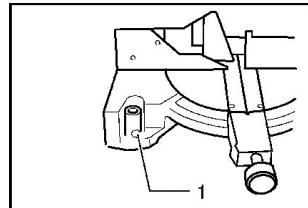

Рисунок 3
- Необходимо зафиксировать торцовая пила, прикрепив ее к поверхности, тем самым вы исключите движения пилы во время работы (рисунок 3).